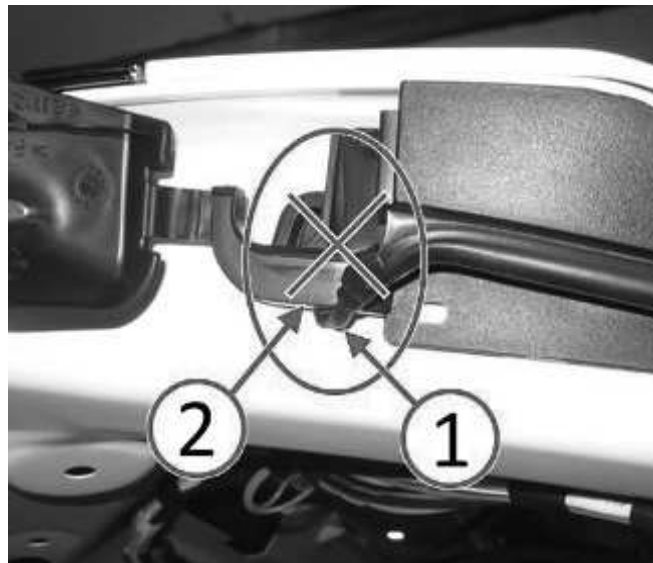

Fig. 2 Kabelbaum falsch verlegt
3. Die Verlegung des Kabelbaums (1) unter dem Heckklappen-Klemmsensor (2) auf der rechten Seite untersuchen, wie zu sehen in (Fig. 2).
- a. Ja>>> Der Kabelbaum (1) unter dem Heckklappen-Klemmsensor (2) auf der rechten Seite ist falsch verlegt, wie zu sehen in (Fig. 2). Weiter mit Step #4.